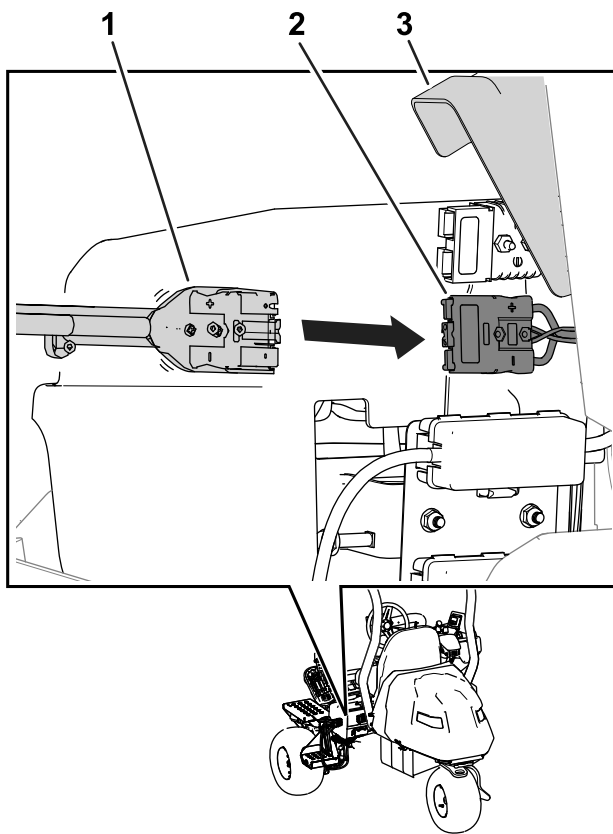

Bild 33
7. Heben Sie die Steckerabdeckung an und schieben Sie den Ladegerät-Ausgangsstecker in den Ladegerätanschluss in der Maschine (Bild 33).